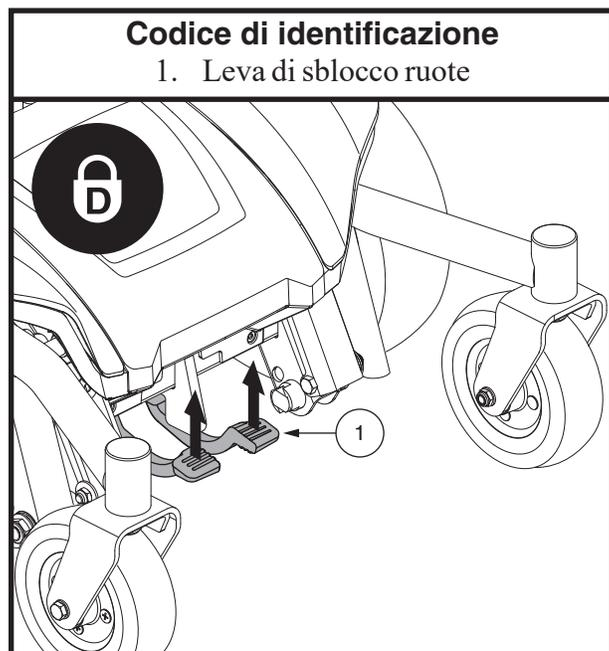

Figura 5. Modalità di guida (Trazione attivata)
2. Tirare le due leve in avanti per attivare i motori di trazione (modalità di guida). Vedere figura 5.
2. Verificare che la Carrozzina sia in modalità di guida. **Vedere la figura 5.**